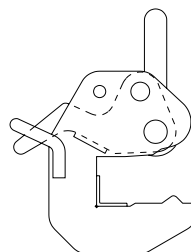

Fig. 21.2
1. Ouvrir le levier de sécurité au maximum (Fig. 21.2).